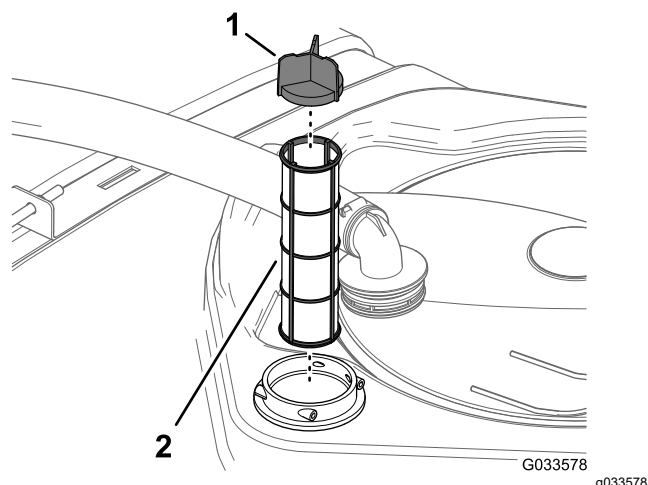

Figure 55
4. Sortez la crépine d'aspiration du logement du filtre dans la cuve (Figure 55).